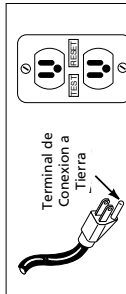

Figura 1
- orificios tal como se muestra en la figura 1.
11. Esta bomba sólo se debe usar en circuitos de 120 voltios (monofásico) y el enchufe del cordón tiene tres terminales tal como se muestra en la figura 1.